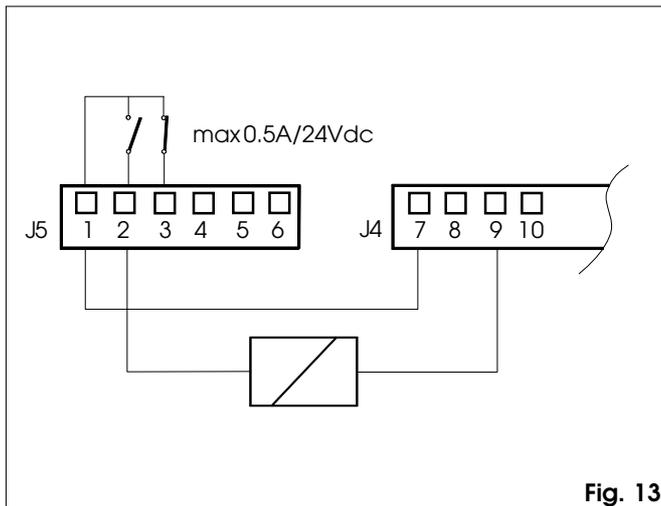

Fig. 13
**⑥ Morsettiera J5 Collegamento Uscite a relé (fig. 13, 14, 15)****Descrizione della morsettiera****1 Elettroserratura - Comune****2 Elettroserratura - Contatto N.A. (portata max 0,5 A/24 V) (fig. 13).**